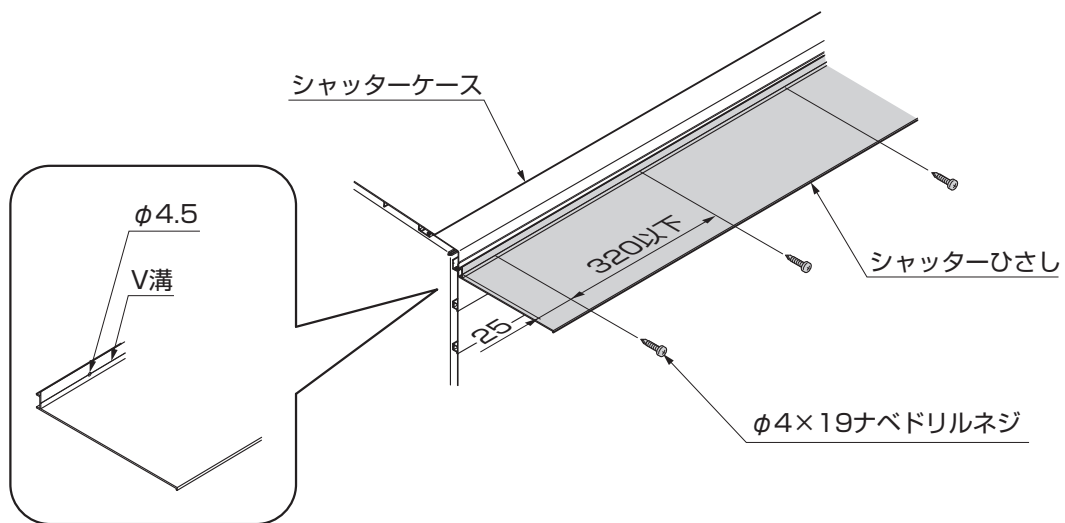

図 1-1
- ①シャッターケースに合わせてシャッターひさしを切断してください。
- ②シャッターひさしのV溝に合わせてφ4.5の穴加工をしてください。(図1-1参照)
- ③シャッターひさしをシャッターケースにφ4×19ナベドリルネジで取付けてください。(図1-1参照)